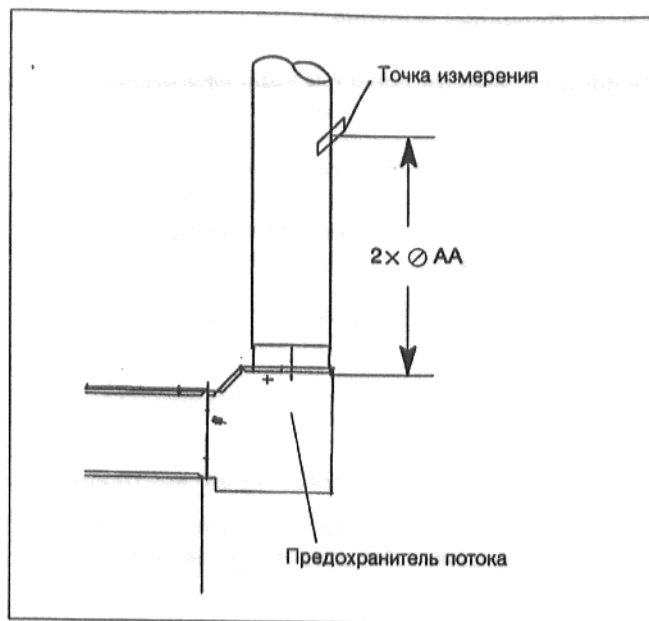

Рис. 7
- Выполнить в трубе отходящего газа отверстие на расстоянии прил. $2 \times \varnothing AA^*$ за предохранителем потока на стороне, обращенной от котла (рис. 7).
- Снять устройство защиты от контакта с контрольного кабеля (рис.7а) и отсоединить штекер.
Рис. 7а